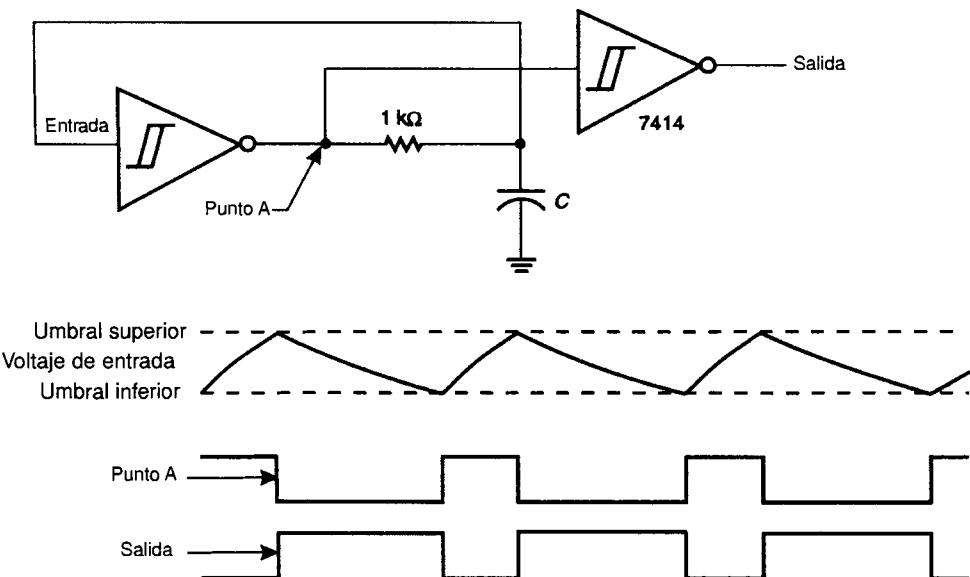
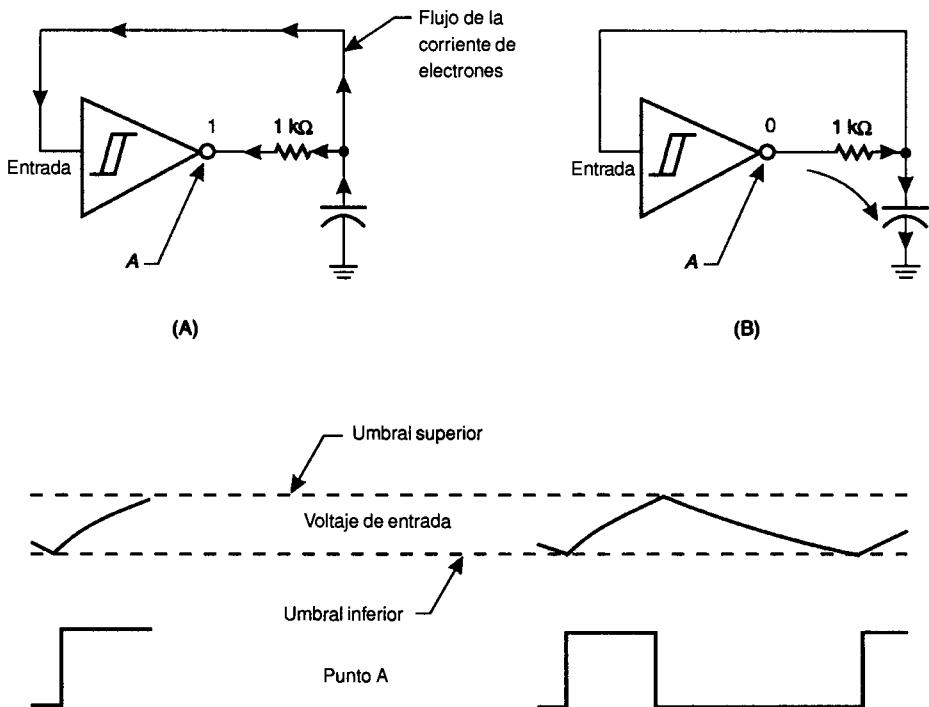

FIGURA 11-4 Reloj con un disparador de Schmitt
FIGURA 11-5 Un ciclo del reloj con disparador de Schmitt inversor.
Un **reloj** es un oscilador o, como se conoce en ocasiones, un **multivibrador astable** y se utiliza en un circuito digital. La figura 11-4 muestra un reloj sencillo construido a partir de un disparador de Schmitt 7414. Cuando el punto A (que es la salida del inversor) tiene un nivel ALTO o 1 lógico, el capacitor se cargará a través del resistor de $1\text{ k}\Omega$ y la entrada TTL como se muestra en la figura 11-5A. Cuando el voltaje del capacitor alcanza el umbral superior del disparador de Schmitt, la salida del inversor cae a un voltaje 0, o nivel lógico 0. Esto hace que el capacitor se descargue a través del resistor de $1\text{ k}\Omega$, como se muestra en la figura 11-5B. Cuando el voltaje en el capacitor desciende hasta el umbral inferior, la salida del inversor cambia de nuevo a 1 lógico, completando con esto un ciclo de reloj, como se muestra en la figura 11-5. Nótese que el capacitor se carga con una rapidez mucho mayor que con la que se descarga. Lo anterior se debe que la carga de éste se hace a través del resistor de $1\text{ k}\Omega$ y la entrada TTL del inversor, pero sólo puede descargarse a través del resistor de $1\text{ k}\Omega$, proceso que es más lento.
El oscilador con disparador de Schmitt de la figura 11-4 puede construirse con un disparador de Schmitt inversor CMOS 74C14. Al emplear un inversor CMOS, la impedancia de entrada es muy grande (alrededor de 10 M ohm), lo que significa que la entrada no actúa como carga de suminis-
Ejemplo: Calcule el valor del capacitor para un oscilador de 2 kHz construido a partir de un circuito con disparador de Schmitt similar al de la figura 11-4.
1. ¿Cuál será la frecuencia aproximada del oscilador con disparador de Schmitt de la figura 11-4 si el capacitor tiene un valor de .15 microfarad? [3]
El osciloscopio muestra la forma de onda de la salida en la traza superior de un oscilador con disparador de Schmitt, tal como el de la figura 11-4. La traza inferior muestra el aumento